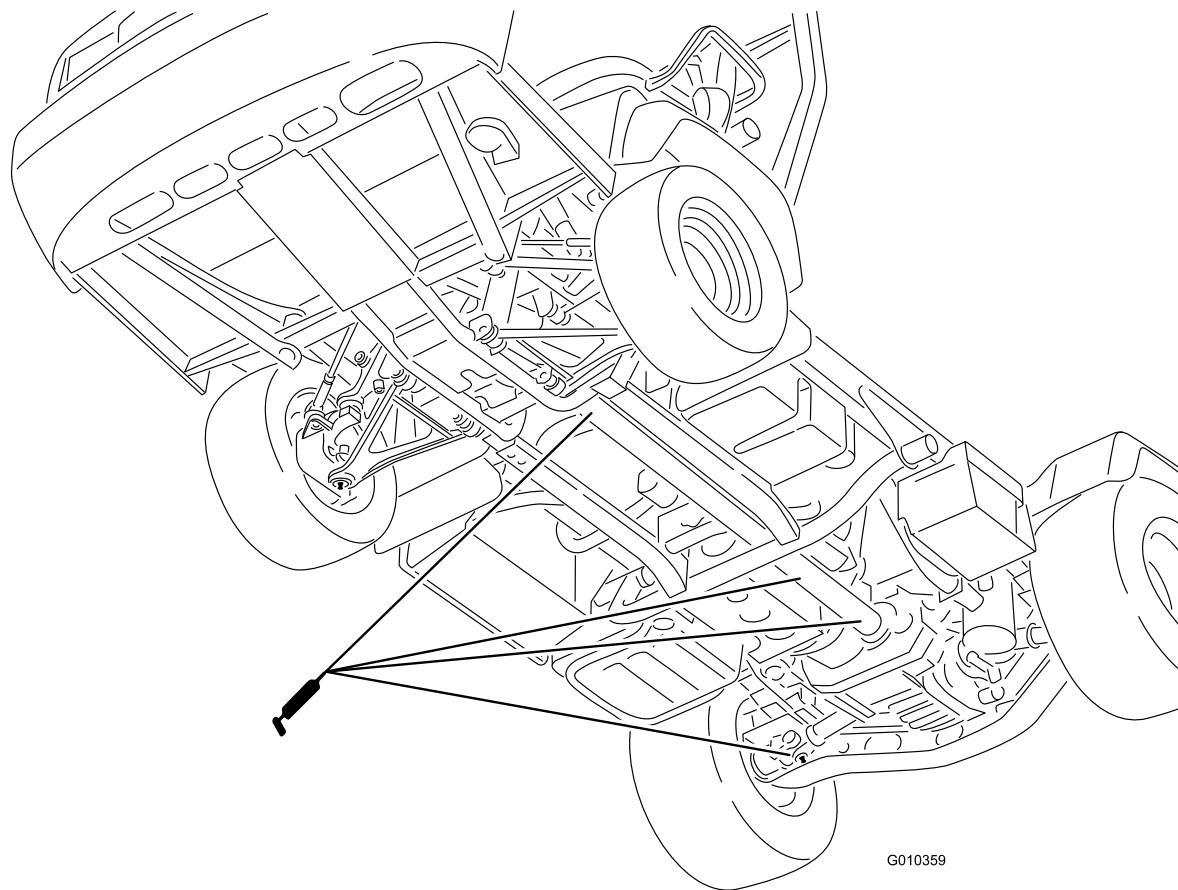

Figura 32
- Cuplaj universal (18); consultați Figura 32
- Arbore de transmisie 4WD (3); consultați Figura 32